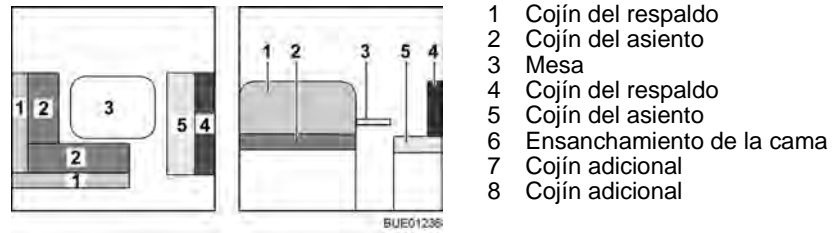

Fig. 91 Antes de la transformación
- Transformar la mesa (Fig. 91,3) en base de cama (véase apartado 6.11).
- Quitar los cojines del respaldo (Fig. 91,1) del banco L y ponerlos a un lado.
- Quitar el cojín del respaldo (Fig. 91,4) del banco longitudinal y ponerlo a un lado.